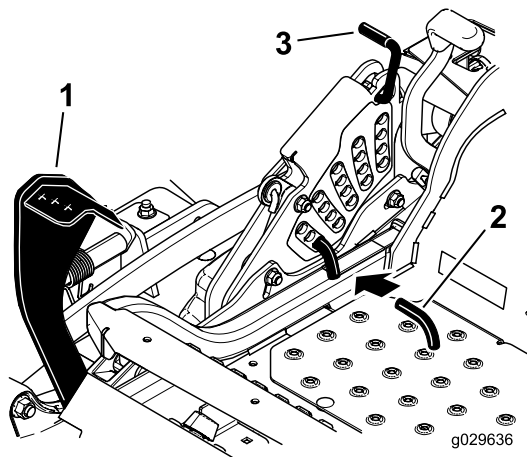

Figure 91
5. Enfoncez la pédale de levage du tablier de coupe au maximum pour verrouiller le tablier à la position TRANSPORT de 14 cm (5,5 po) (Figure 91).